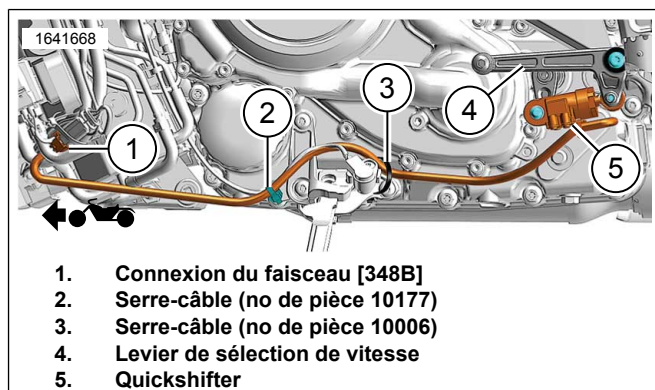

Figure 7. Quickshifter
- b. Voir la figure 7. Connecter le faisceau du quickshifter et le faisceau de support latéral avec le serre-câble (3) sans serrer.
- c. Connecter le faisceau du quickshifter et le support de cadre de la béquille latérale avec le serre-câble (2) sans le serrer.
- a. Voir la figure 7. Connecter le faisceau du quickshifter et le support de la béquille latérale avec le serre-câble (3) sans le serrer.
- b. Connecter le faisceau du quickshifter et le support de cadre de la béquille latérale avec le serre-câble (2) sans le serrer.